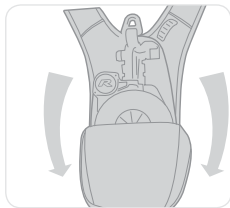

Рисунок 5
- Откройте рюкзак, в котором находится устройство спуска (рис. 5).